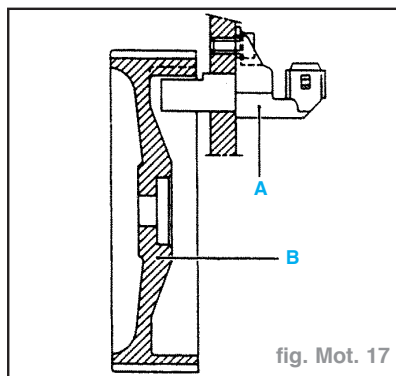

fig. Mot. 17
- Le capteur de repérage cylindre (**A**) est situé en bout d'arbre à came. Il est fixé sur la culasse (fig. Mot. 17).